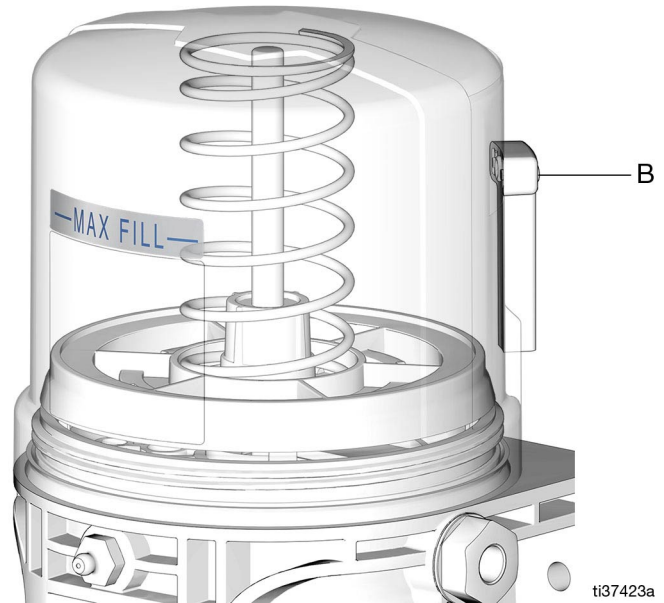

FIG. 20
3. Remplir le réservoir avec une graisse de catégorie NLGI jusqu'au repère de remplissage maximum (FIG. 20).
REMARQUE : Le tube de ventilation (B) ne doit pas servir d'indicateur de trop-plein (FIG. 20).